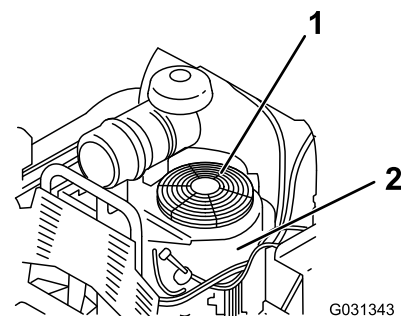

Bild 68
3. Entfernen Sie das das Luftansauggitter und das Lüftergehäuse (**Bild 68**).
5. Setzen Sie das Luftansauggitter ein und bringen das Lüftergehäuse an (**Bild 68**).